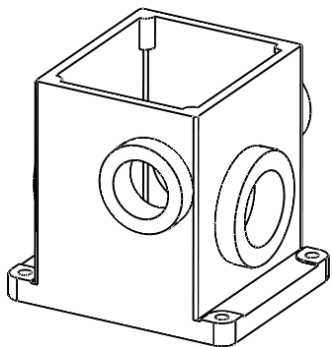

图 16-37 生成拉伸凸台
- 16 设置【拉伸】对话框中的参数，在【方向 1】选项组中设置为“给定深度”，输入深度值为 1mm，其他参数均为默认设置。单击【拉伸】对话框中的【确定】按钮，生成如图 16-37 所示的拉伸凸台。